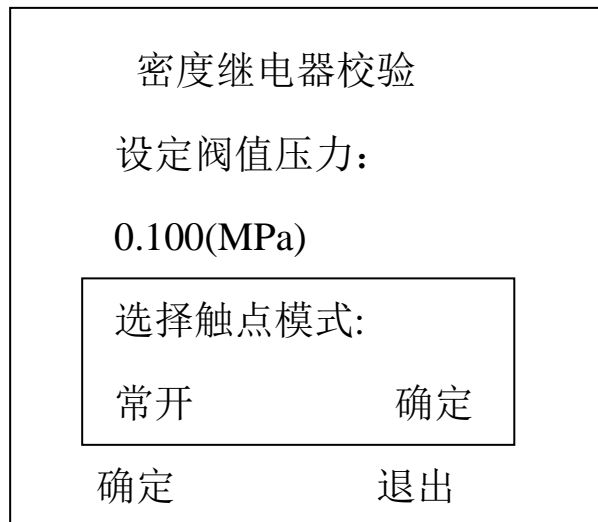

图 3
4. 使用配备的连接气管将气瓶与仪器面板上的进气口相连接（如图 3 所示）
这是“密度继电器校验”的第一个界面。在该界面中可以首先设置阈值（“阈值压力”是指测试密度继电器时由进气到放气的切换压力值）。按“飞梭确定键”，数值菜单反显后旋转飞梭可以使数值增减，达到目标值后按“飞梭确定键”使数值菜单正常显示后再旋转飞梭到旁边的“确定”按钮，再按“飞梭确定键”即可进入“选择触点模式”菜单如图 3 所示。